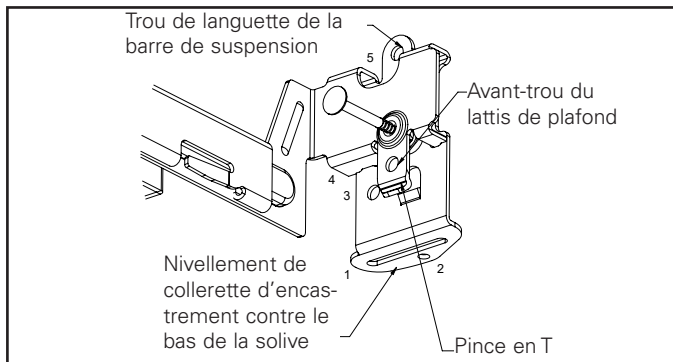

Figure 2.
- Déployez les barres de suspension de façon à ce qu'elles s'adaptent entre les solives. Positionnez le luminaire en fixant des clous dans les solives. La collerette d'encastrement de la barre de suspension doit être placée au bas de la solive. (Figure 2).
1. Utilisez l'avant-trou situé sous le clou (Figure 2) pour aligner le support de suspension de la barre sous la solive, afin d'ajuster selon l'épaisseur du lattes.
2. Alignez l'avant-trou situé sous la solive (Figure 2) là où vous pouvez voir à travers l'avant-trou, et clouez les clous dans les solives.
1. Utilisez une bride de nivellement (Figure 2) pour positionner le boîtier au bas du lattes (le lattes doit être espacé de 30,5 à 61 cm (12 à 24 po) de part et d'autre).